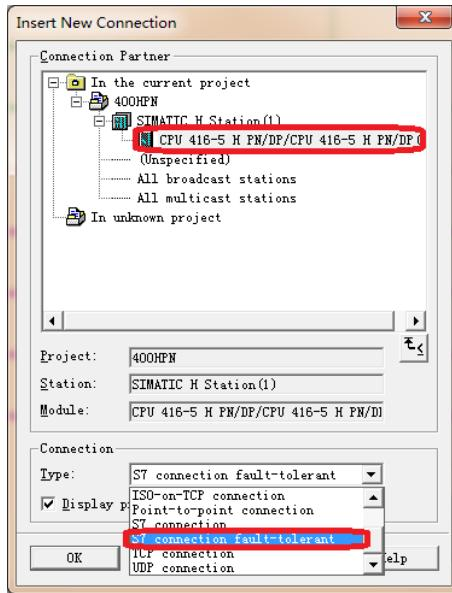

图 7
(B) 在连接伙伴中选择已经组态好的 CPU 416-5H PN/DP, 连接类型选择 S7 connection fault-tolerant, 如图 7 所示。